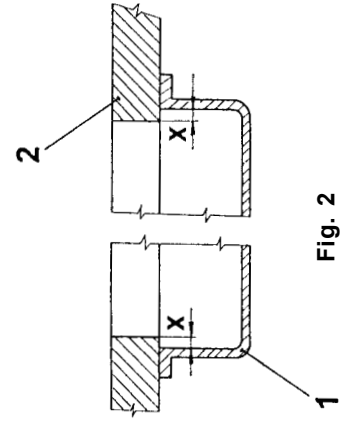
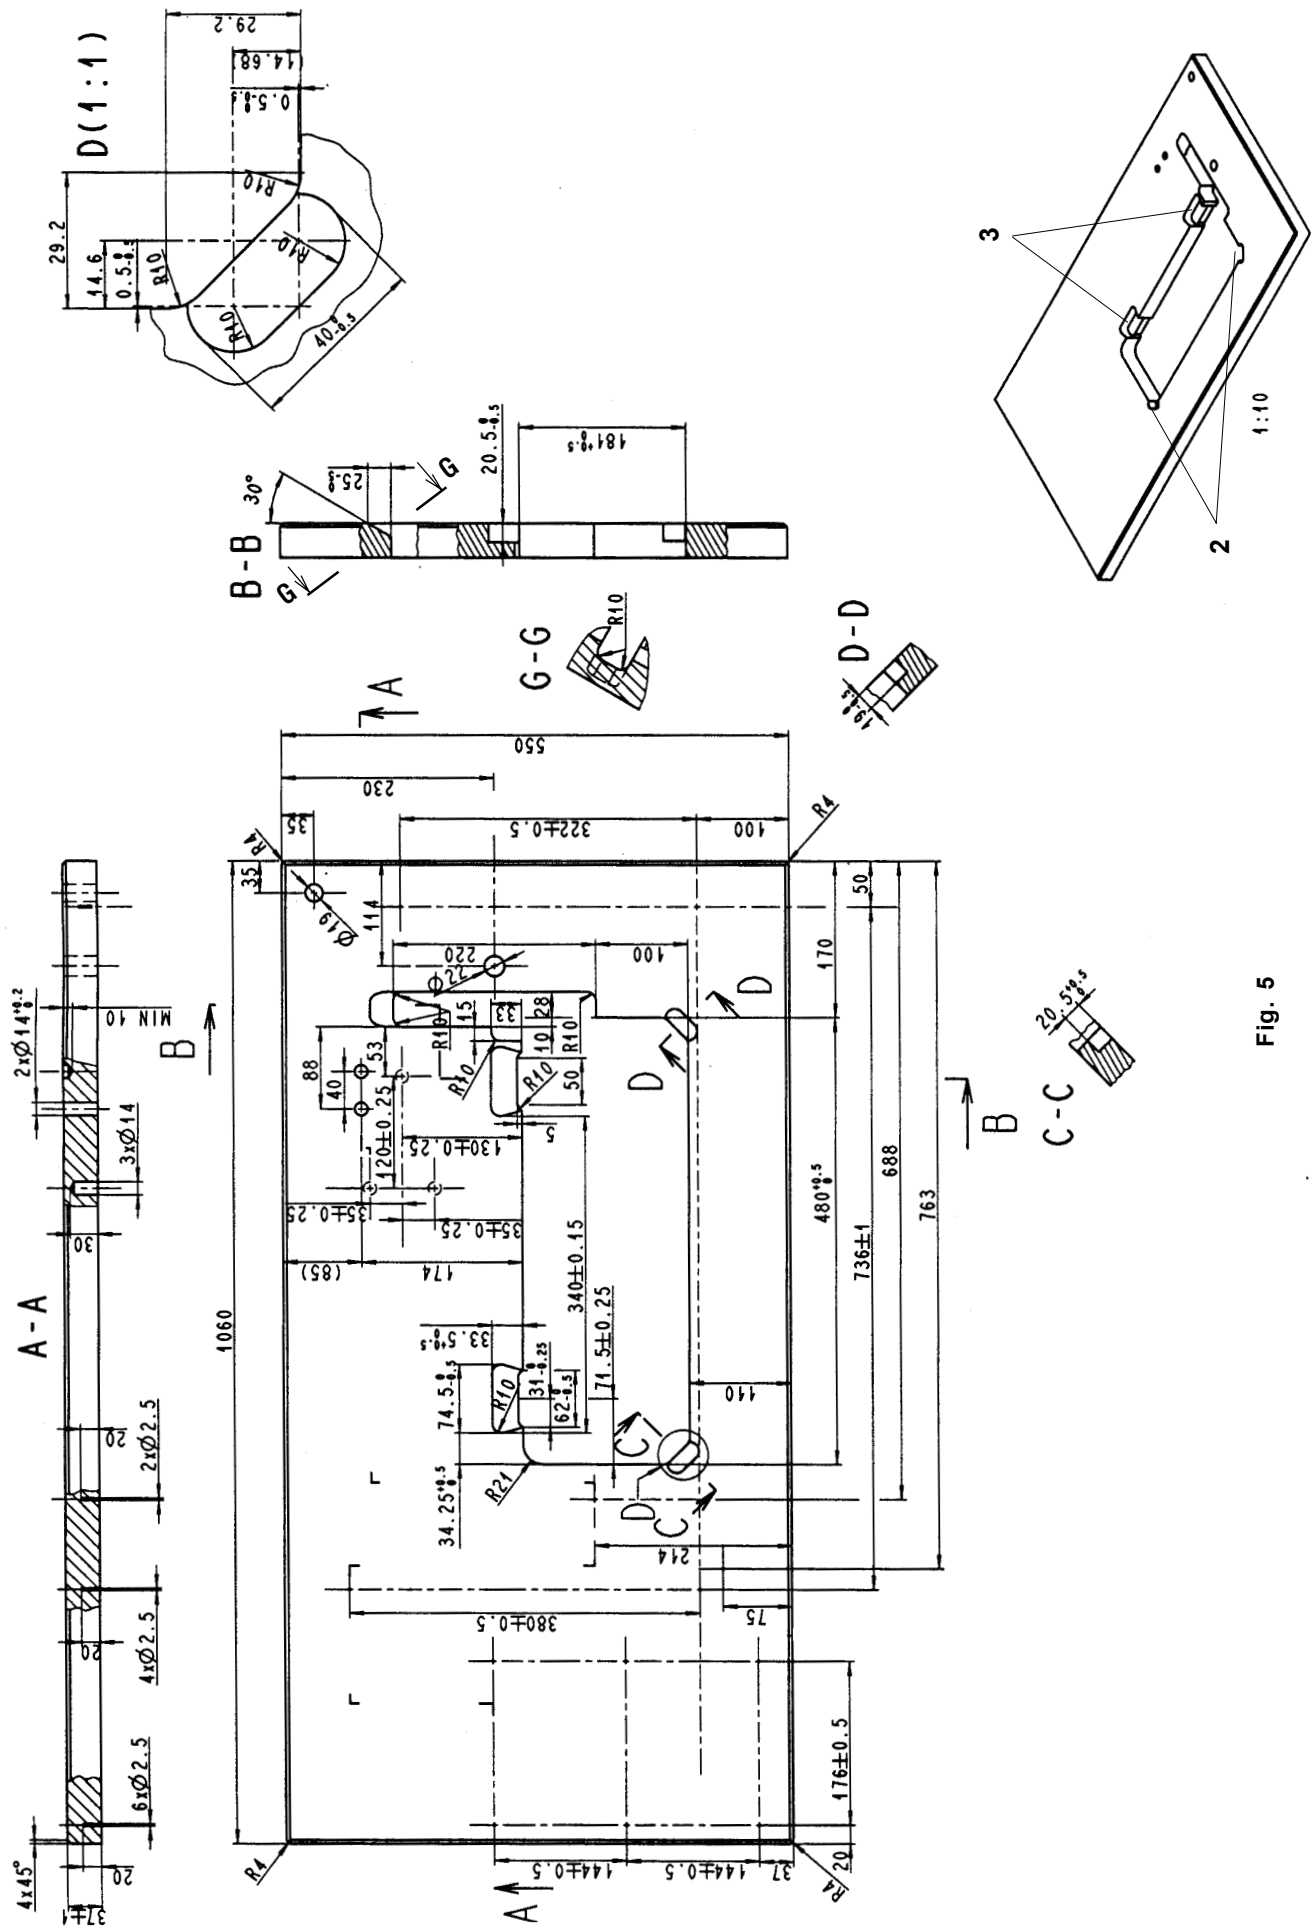

Fig. 2
Fig. 5
Pour le cas où le client s'assure sa propre plaque du bâti, le dessin en est indiqué sur la page 4 (Fig. 5).
5.1 Complètement de la plaque du bâti (Fig. 2, 3, 4, 5)
Les insertions en caoutchouc pour monter la tête de la machine dans la plaque du bâti sont à mettre dans l'évidement (2 et 3, Fig. 5). Pour une meilleure fixation, on recommande de coller ces insertions. En montant la cuvette (1, Fig. 2) veiller à ce que la distance "X" soit maintenue sur tout le pourtour de la cuvette entre l'intérieur de la cuvette et le périmètre de l'évidement dans la plaque du bâti (2).